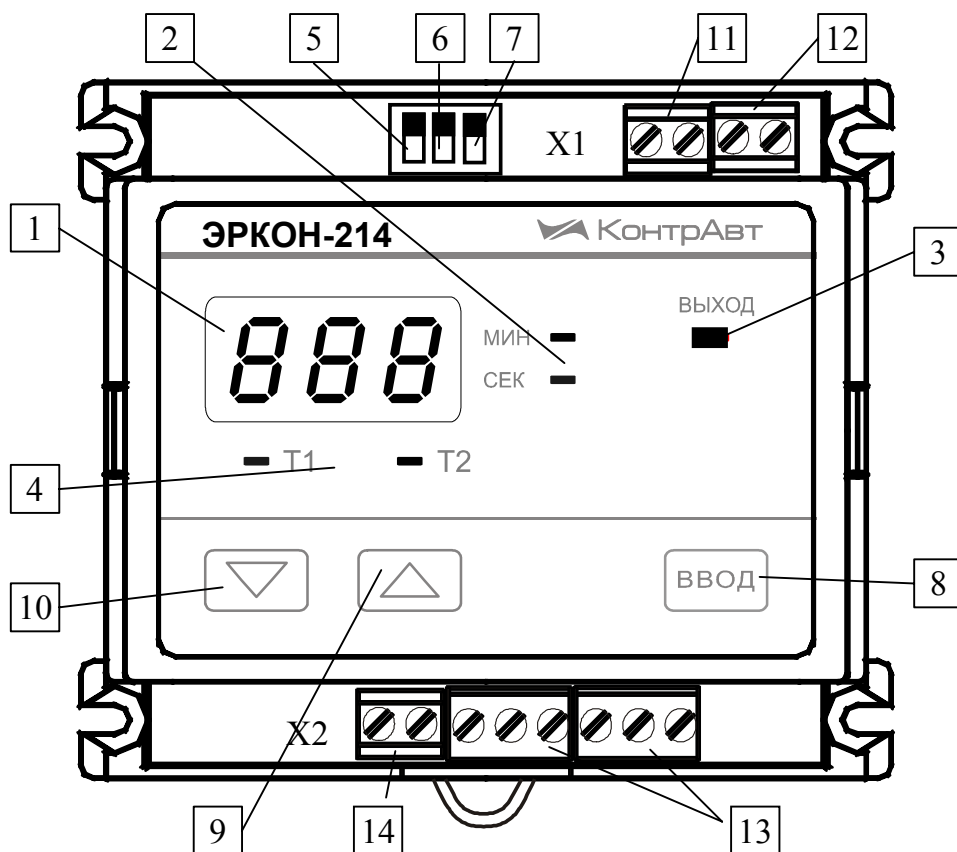

Рисунок 5.1
Внешний вид реле показан на рис. 5.1.
На рис. 5.1 цифрами показаны:
К органам управления относятся кнопки: **БОЛЬШЕ**, **МЕНЬШЕ** и **ВВОД**, а также три переключателя: **5**, **6**, **7** (см. рис. 5.1).
Примечание: нумерация клемм клеммного соединителя **X2** производится слева направо (см. рис.5.1).
Примечание: нумерация клемм клеммного соединителя **X1** производится слева направо (см. рис.5.1).
Выбор параметра, подлежащего конфигурированию, производится при помощи переключателей **6** и **7** (см. рис. 5.1). Различные положения переключателей **6**, **7** и **5** и соответствующие им состояния органов индикации в режиме конфигурирования проиллюстрированы табл. 5.3.
2. Нажать на кнопку **ВВОД** (см. рис.5.1). При этом на цифровом индикаторе появится мигающее значение уставки **T1**. Начнёт мигать индикатор **T1**, показывая, что сейчас на цифровом индикаторе отображается уставка **T1**. Загорится один из индикаторов **СЕК** или **МИН** (или **МИН** и **ЧАС** для модификации **ЭРКОН-214-220-2**), показывая, в каких единицах времени измеряется значение, отображаемое на цифровом индикаторе.
2. При помощи кнопок **БОЛЬШЕ** и **МЕНЬШЕ** (см. рис. 5.1) установить желаемое значение номера временной диаграммы.
2. При помощи кнопок **БОЛЬШЕ** и **МЕНЬШЕ** (см. рис. 5.1) установить желаемое значение номера диапазона уставок.